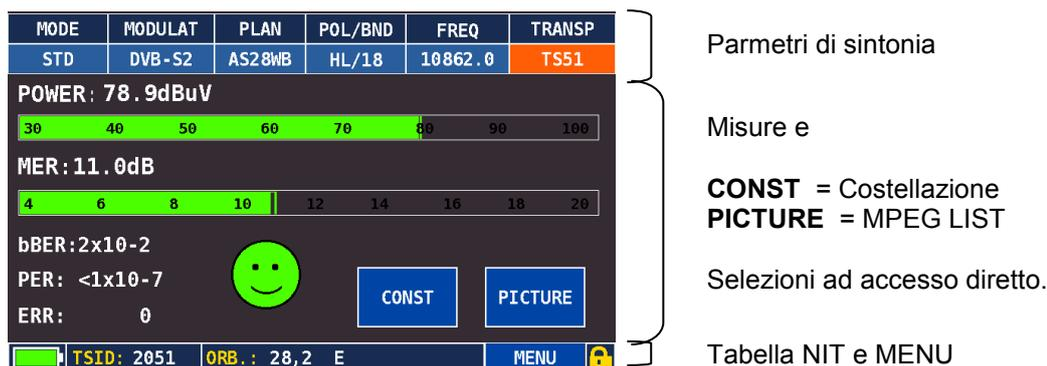

Fig. 12.1 MEAS: Schermata delle misure
- **MER:** Errori di modulazione in dB. Questa misura è rappresentata da un valore numerico e da una barra con memoria di picco del segnale ricevuto (rif. fig. 12.1).
Selezionando CONST nella schermata delle misure MEAS (rif. fig. 12.1), lo strumento visualizzerà la costellazione del transponder in esame:
Le selezioni possibile nella voce MENU del display (rif. fig. 12.1) sono: